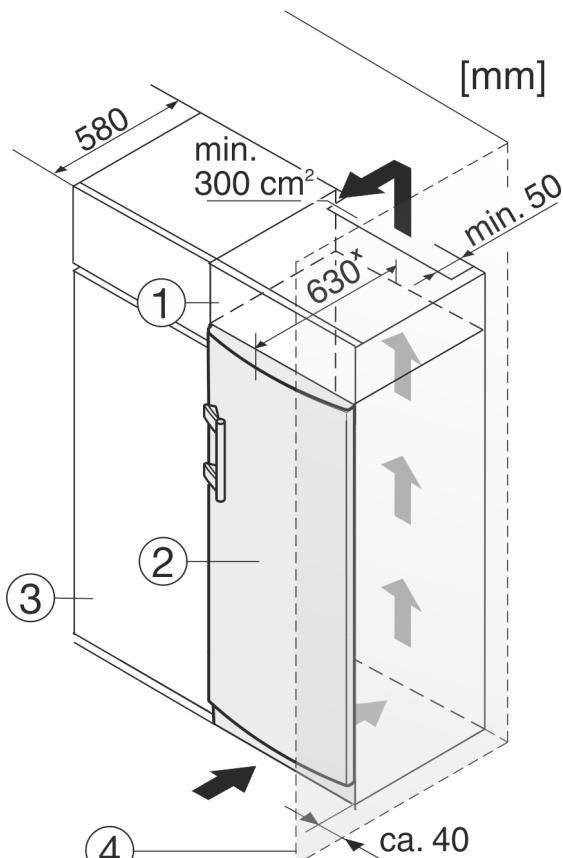

Fig. 9
(1) Дополнительный шкафчик
(2) Устройство
(3) Кухонный шкаф
(4) Стенка
Устройство может быть окружено предметами кухонной обстановки. Чтобы уравнять устройство *Fig. 9 (2)* по высоте с кухонной стенкой, можно установить над устройством соответствующий дополнительный шкафчик *Fig. 9 (1)*.
При комбинировании с кухонными шкафами (глубина макс. 580 мм) устройство можно установить непосредственно рядом с кухонным шкафом *Fig. 9 (3)*. Устройство выступает сбоку на 34 мм* и по центру на 50 мм* относительно передней стенки кухонного шкафа.
Если устройство установлено на шарнирах у стены Fig. 9 (4), то расстояние между устройством и стеной должно быть не менее 40 мм. Настолько выступает ручка при открытой дверце.